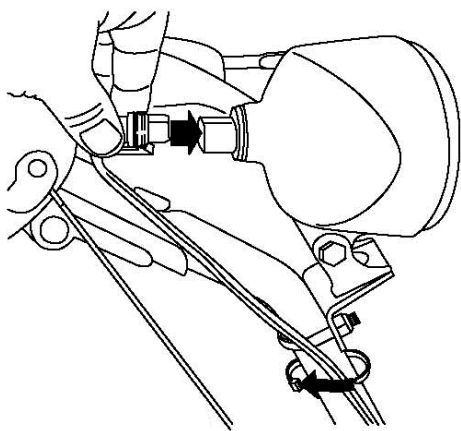

Рисунок 55.
6. Вставьте соединитель провода в заднюю часть фары (рис. 55).